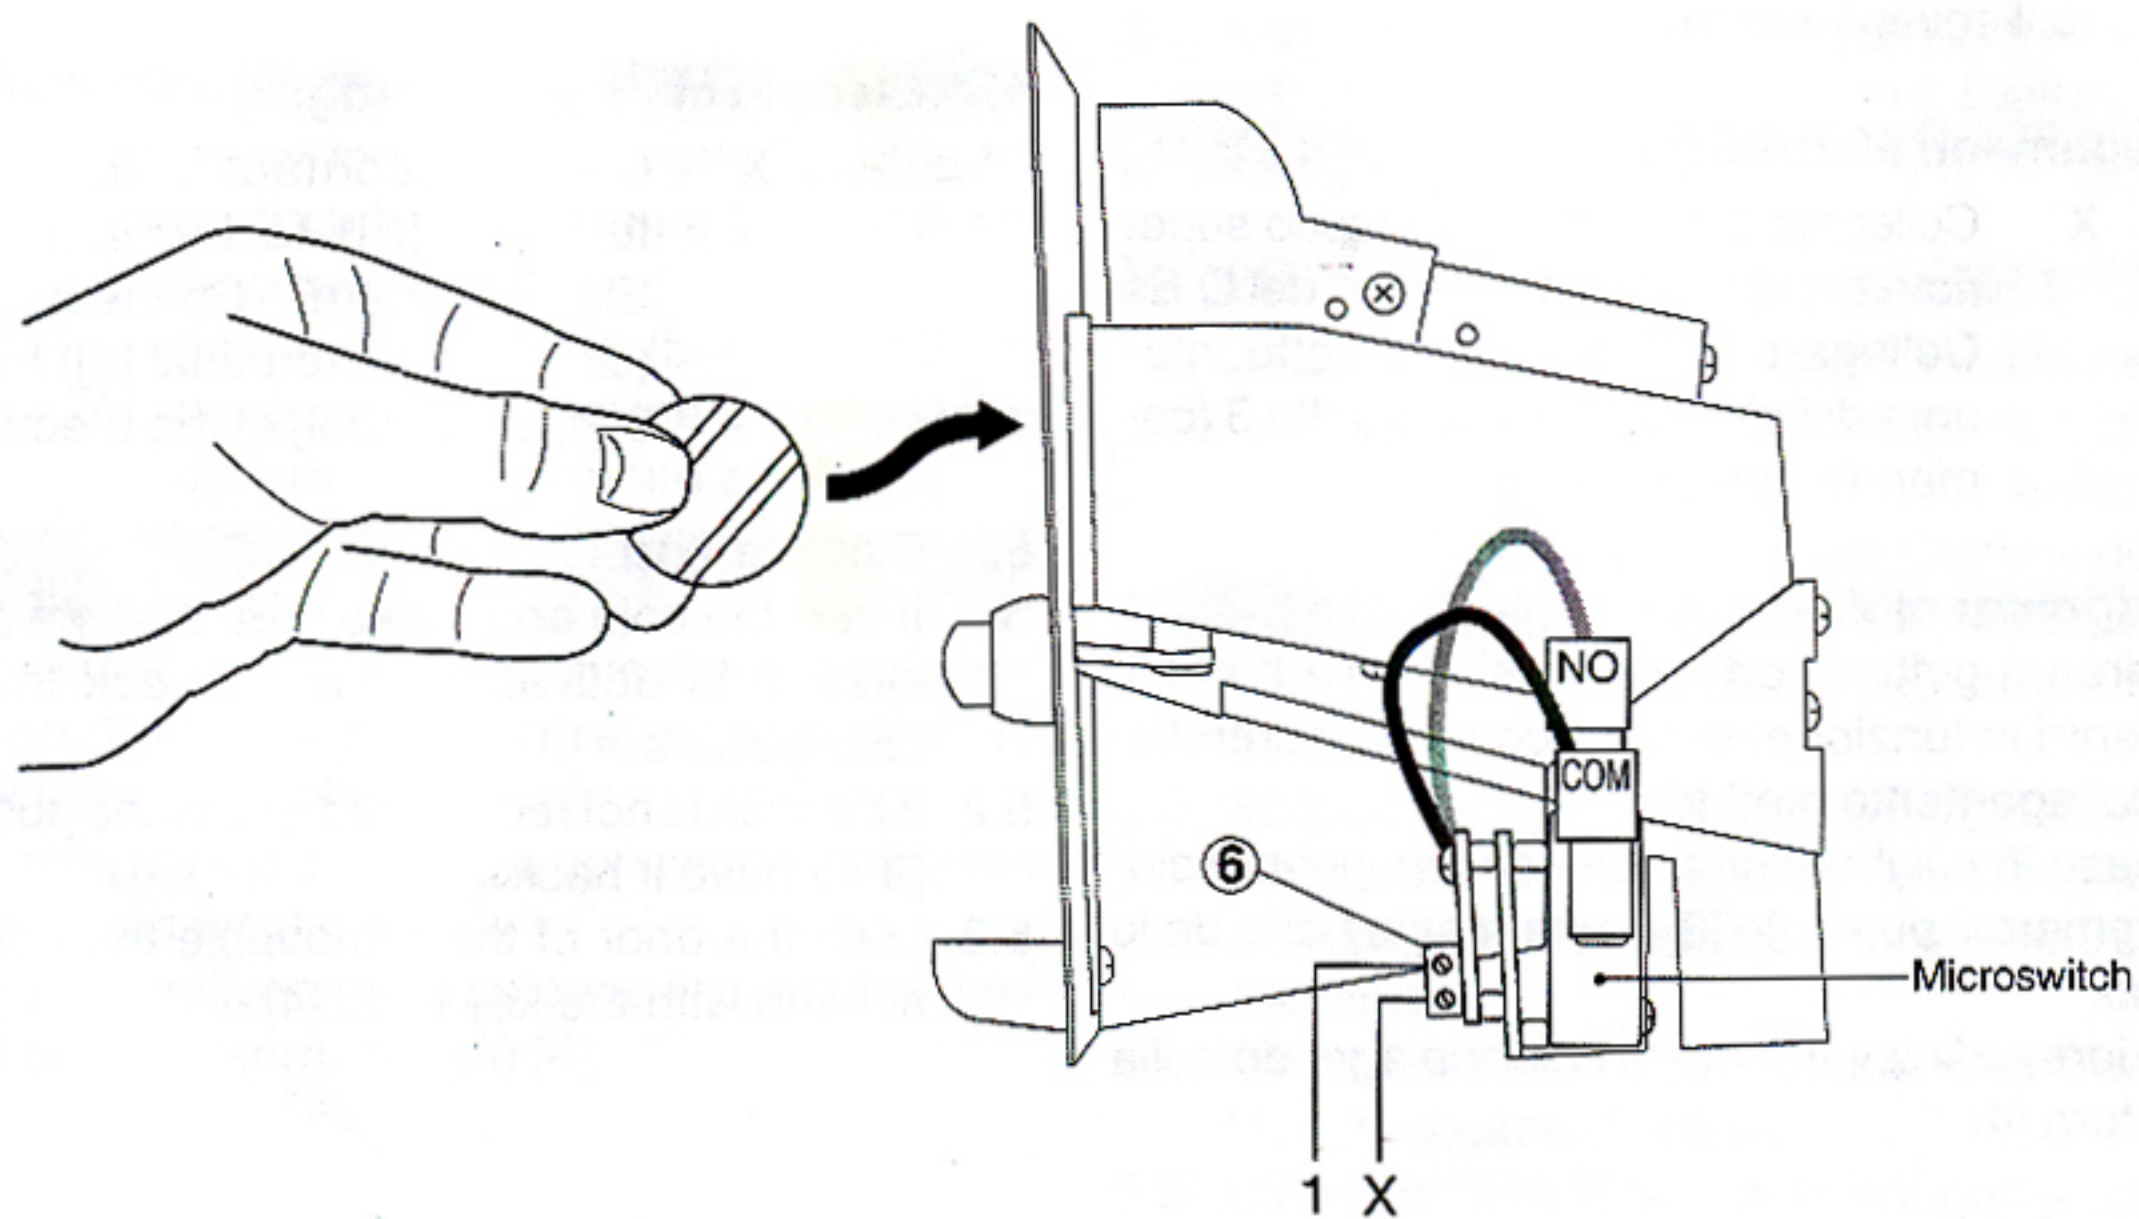

fig. 2
**4. Collegamenti elettrici (fig. 2)**
**4. Electric connections (fig. 2)**
**4. Raccordements électriques (fig. 2)**
**4. Elektrische Anschlüsse (Abb. 2)**